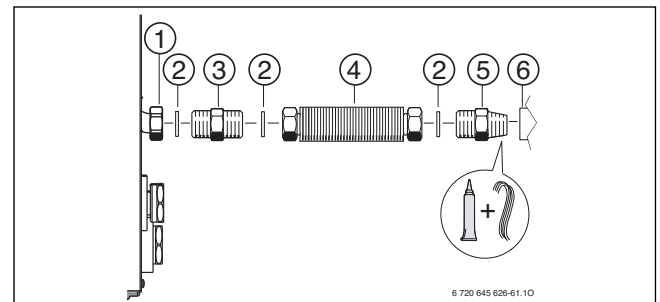

Bild 19 Gasanschluss beim Einzelgerät herstellen
- Entsprechend Bild 19 vorgehen und Überwurfmuttern der Rohranschlüsse anziehen.